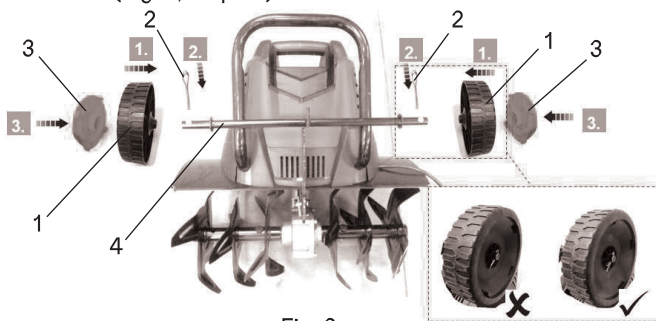

Fig. 3
1. Retirer l'enjoliveur (3) de la roue (1) à l'aide d'un tournevis à tête plate (non fourni) (Fig.3).
2. Aligner et faire passer le trou de montage des roues (1) à travers l'arbre de roue (Fig. 3, étape 1).
3. Insérer la goupille (2) dans les trous de l'arbre de roue (4), et fixer la goupille fendue (2) en séparant ses deux pointes (2) à l'aide d'un tournevis à tête plate (non compris) (Fig. 3, étape 2).
4. Remettre l'enjoliveur (3) sur la roue (1) jusqu'à ce qu'un bruit d'enclenchement se fasse entendre (Fig. 3, étape 3).